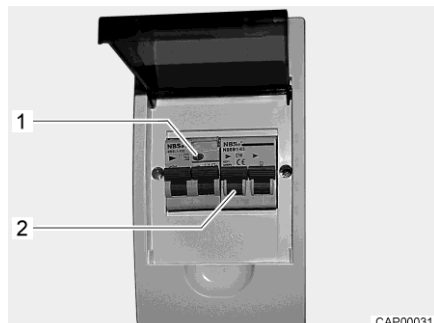

Fig. 49 Coffret de fusibles 230 V avec disjoncteur de protection de circuit et disjoncteur FI
Un disjoncteur différentiel (disjoncteur FI) dans le coffret de fusibles protège tout le véhicule contre le courant différentiel (0,03 A). Le disjoncteur de protection de circuit connecté en aval (10 A) (Fig. 49,2) protège le réseau de bord 230 V.
- Lorsque le véhicule est raccordé à l'alimentation 230 V, appuyer sur la touche de contrôle (Fig. 49,1). Le disjoncteur différentiel doit se déclencher.